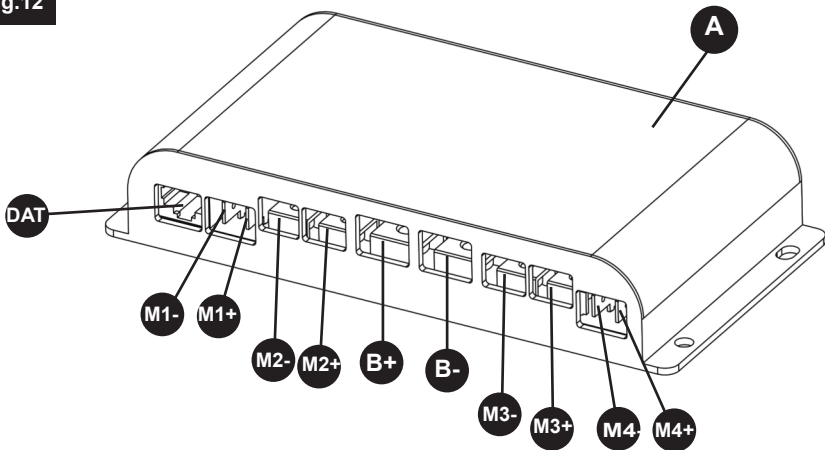
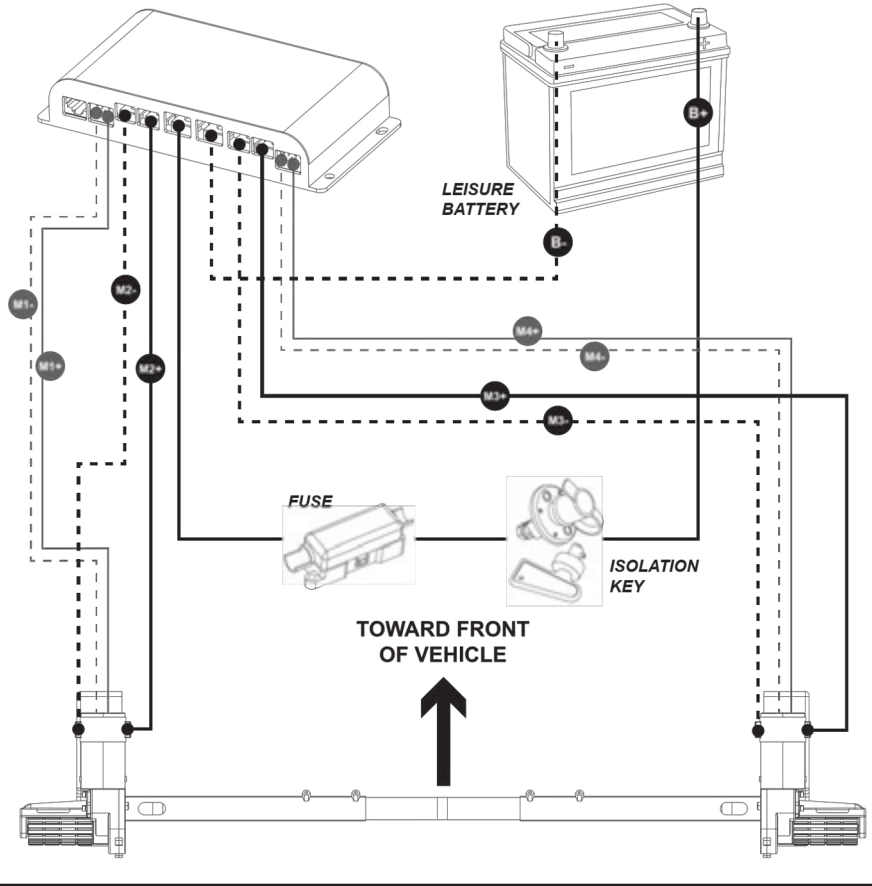

Fig.13
Fig.14
Etude Fig.13. Le schéma de câblage (Fig.13) décrit le parcours de câblage lors de l'installation des unités de moteur à l'AVANT des roues/essieu, face à l'arrière de la remorque. La Fig. 14 indique la polarité des bornes sur les moteurs. Notez que ces emplacements restent les mêmes, que le moteur soit du côté gauche ou du côté droit.
Installez l'interrupteur d'isolement (29) entre la batterie et l'unité de commande (Fig.13) sur le câble positif [+] (14), en utilisant deux des connecteurs à bague terminale de 6 mm (23) pour relier le câble aux bornes de l'interrupteur. Ces connecteurs devront être sertis à l'extrémité des fils. Veuillez à laisser une longueur de fil suffisante pour aller de la batterie au commutateur d'isolement et du commutateur d'isolement au boîtier électronique.
Avec les fils de la batterie fournis (14, 15), procédez au câblage de la batterie au boîtier électronique, via l'interrupteur d'isolement et le fusible précédemment installés, comme indiqué dans le schéma de câblage (Fig.13). Des connecteurs annulaires de 6 mm sont déjà fixés aux fils de la batterie pour la connexion au boîtier électronique, tandis que deux tailles de connecteurs annulaires (22, 23) sont fournies pour la connexion à la batterie elle-même
Les fils du moteur (12, 13) doivent maintenant être connectés au système. Toujours en vous référant à la figure 13, faites passer les fils des moteurs (12, 13) par le trou précédemment percé dans le plancher du véhicule et le long de la face inférieure du véhicule vers les moteurs désignés. Différents éléments sont fournis pour faciliter la fixation de ces câbles en toute sécurité : Des goulottes (11) - pour protéger les câbles des bords tranchants, des pinces/vis (19,20,21) - pour fixer les câbles aux surfaces, et des attaches (27) - pour fixer les câbles ensemble ou à des sections du châssis si nécessaire. Des marqueurs de numéro de câble (25) et de polarité (26) sont également fournis pour faciliter l'étiquetage des fils et faciliter l'installation. Lorsque vous acheminez les fils, essayez de les maintenir aussi centraux que possible le long de la caravane afin de conserver la même longueur de câblage.
Une fois que tous les fils sont correctement fixés, conformément à la Fig.13, l'installation électrique est terminée.